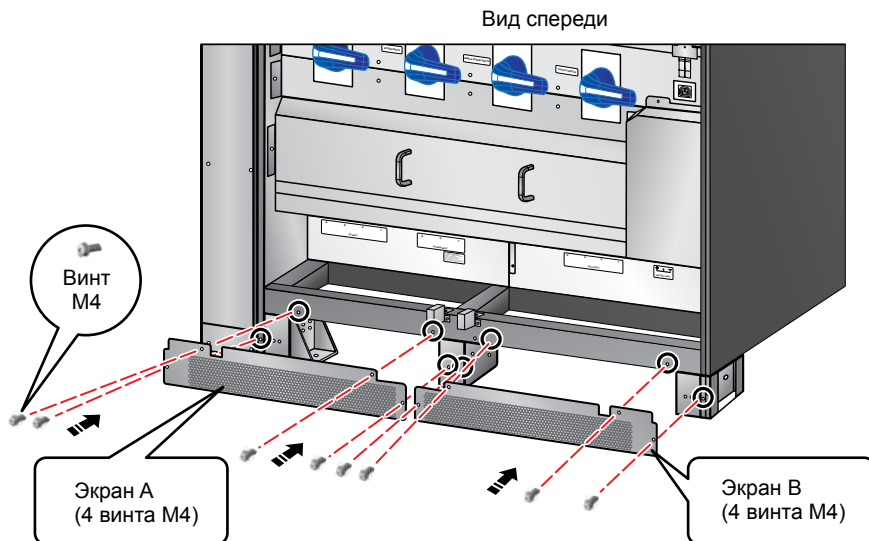

Рис. 6-4. Установка экранов А и В для защиты ИБП от грызунов спереди
1. Спереди ИБП установите экраны А и В, как показано на **Рис. 6-4**.